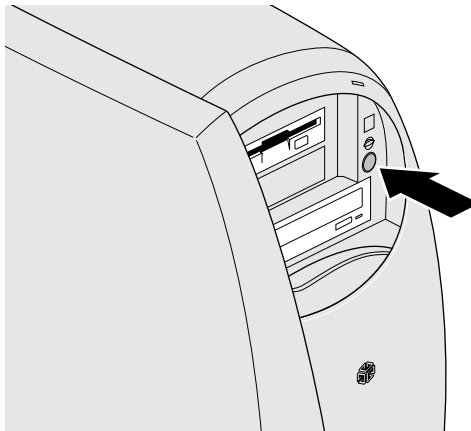

図 1-11 システムの起動
3. 電源ボタンを押します（図 1-11）。
4. 電源ボタンを押します (図 1-11)。システムの電源が切れます。